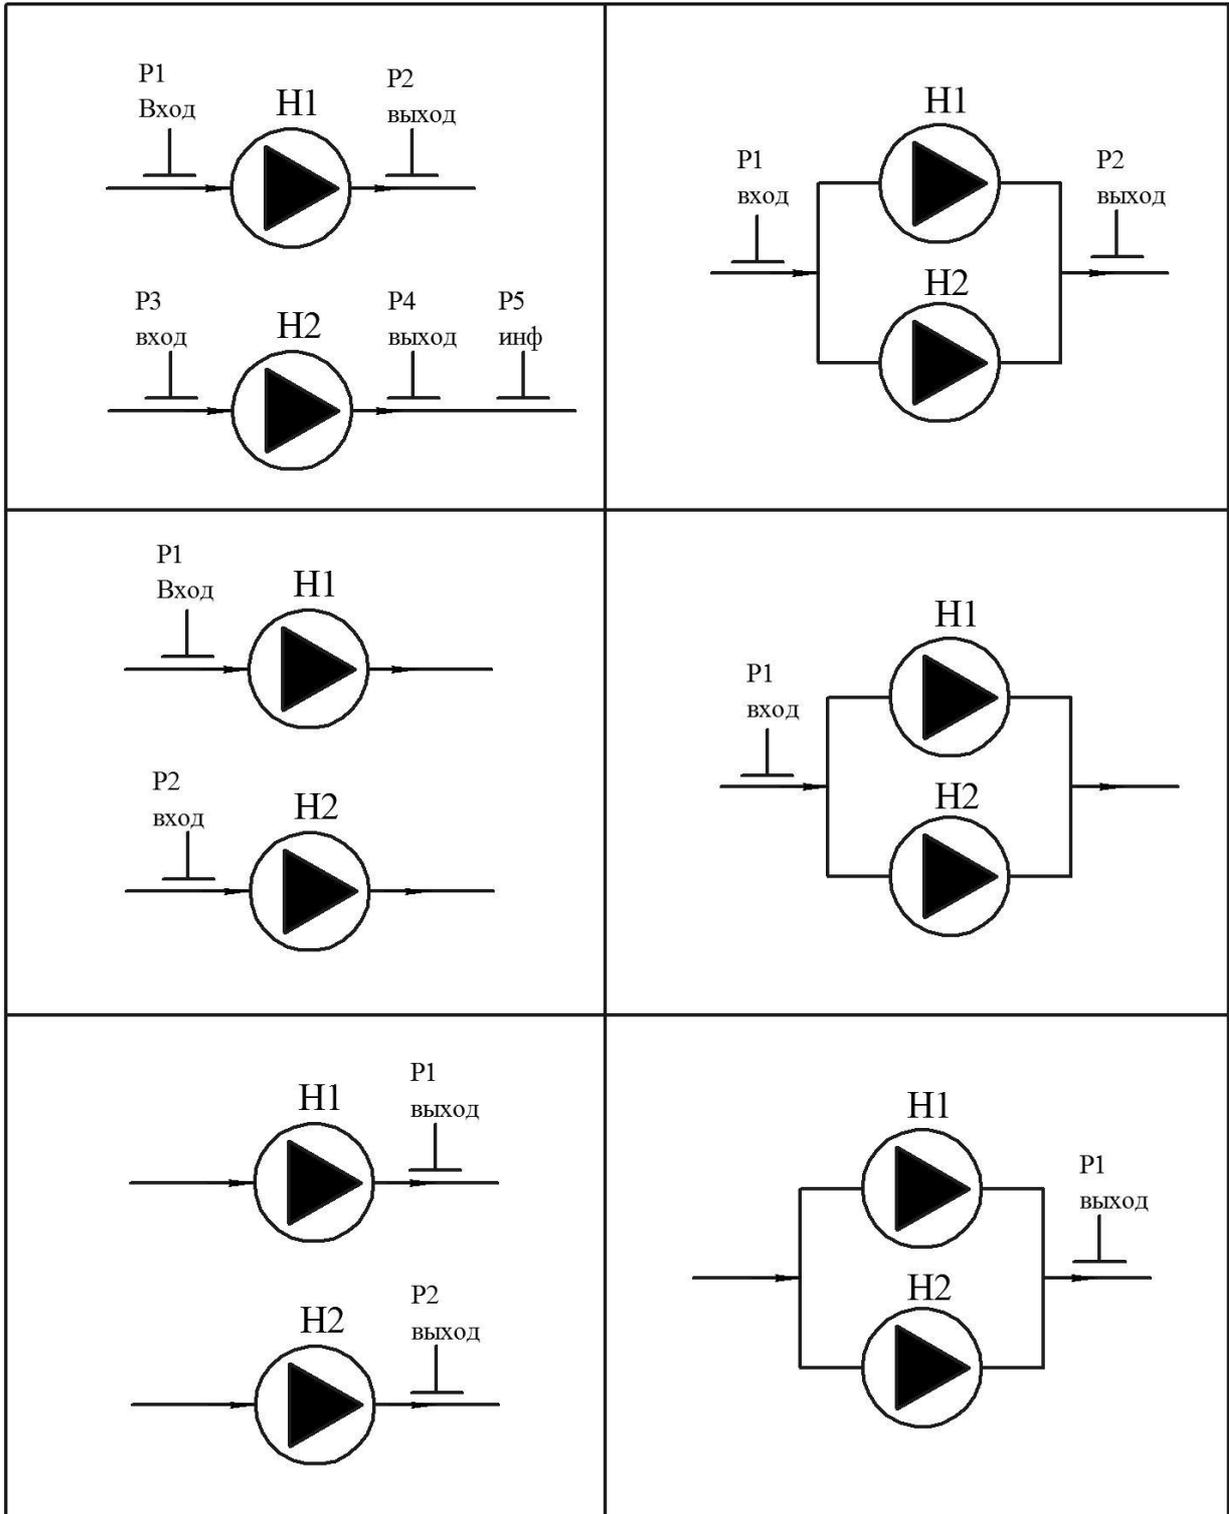

Рисунок 8 – Расположение и назначение датчиков давления относительно насосов
2.3.2 При наличии датчиков, БУН автоматически обеспечивает контроль давления в трубопроводе перед входным патрубком (на входе) и после (на выходе) каждого насоса. В случае выхода результатов измерений за пороговые значения БУН блокирует включение насоса, либо аварийно отключает насос(ы). Назначение и расположение датчиков давления, при конфигурировании БУН (Рисунок 8), определяет механизм защиты насосов, как от сухого хода, так и от протечек в трубопроводах. Пятый измерительный канал давления рекомендуется использовать в информационных целях.